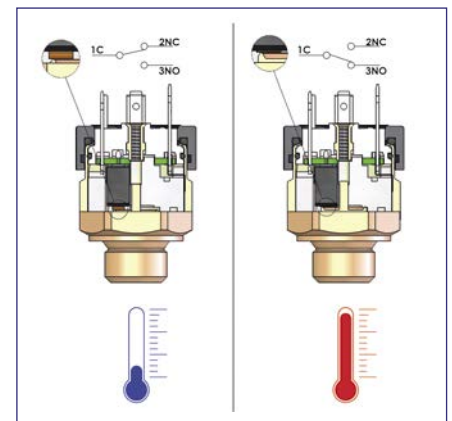

FIG. 3 ABB. 3
- In the SWITCHING CONTACTS (SPDT) of Fig. 3 version, the temperature of the fluid on the separating element causes a microswitch to switch.
- In der Version mit WECHSELKONTAKTEN (SPDT) auf Abb. 3 löst hingegen die Fluidtemperatur am Trennelement das Umschalten eines Mikroschalters aus. In dieser Version können gleichermaßen N.C.-, N.O.- oder beide Kontakte verwendet werden.